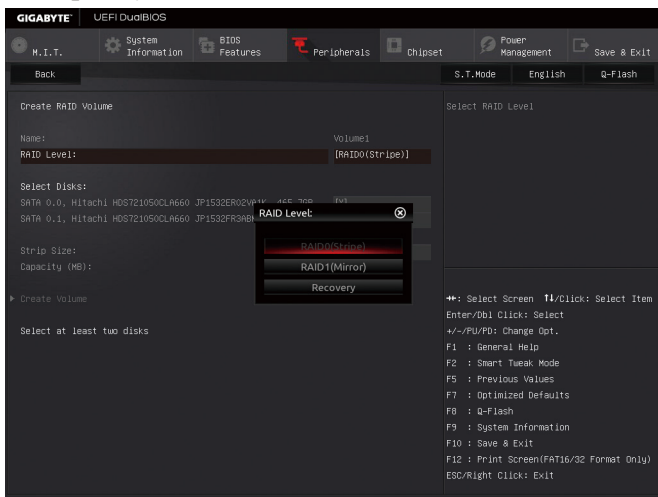

图4
在「Intel(R) Rapid Storage Technology」画面时,请在「Create RAID Volume」选项按<Enter>键,进入「Create RAID Volume」画面,首先在「Name」选项自订磁盘阵列名称,字数最多可至16个字母但不能有特殊字符,设定好后按<Enter>键。接着使用下键移动到「RAID Level」选项选择要制作的RAID模式(图4)。RAID模式选项有:RAID 0(Stripe)、RAID 1(Mirror)、Recovery、RAID 10及RAID 5 (可选择的RAID模式会依据所安装的硬盘总数而定)。选择好RAID模式后,再按下键移动到「Select Disks」选项。